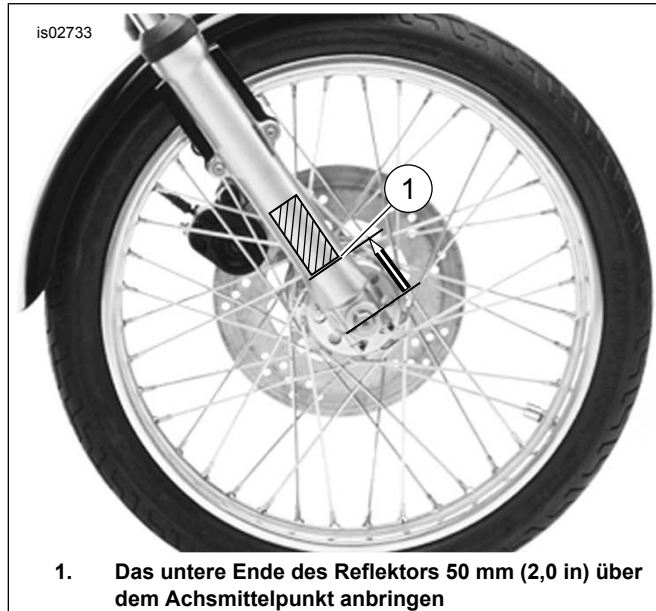

Abbildung 2. Reflektoranordnung
12. Vom beidseitigen Schaumstoffklebeband eine Schutzfolie abziehen. Das Klebeband auf die Rückseite des Reflektors aufsetzen und fest andrücken. Die zweite Schutzfolie vom Klebeband abziehen. Den Reflektor wie in Abbildung 2 dargestellt auf dem Gleitrohr anbringen und fest andrücken. Dieses Verfahren am anderseitigen Gleitrohr wiederholen.